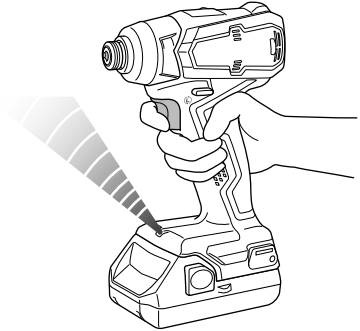

Fig. 13
11. Señales de aviso de luz LED (Fig. 13)